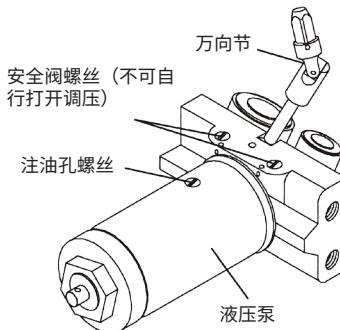

图 2
- 1) 旋松注油孔螺丝，但不要取出螺丝（见图 2）。
- 5) 拧紧注油孔螺丝（见图 2）。
- 1) 取出注油孔螺丝(见图2)。